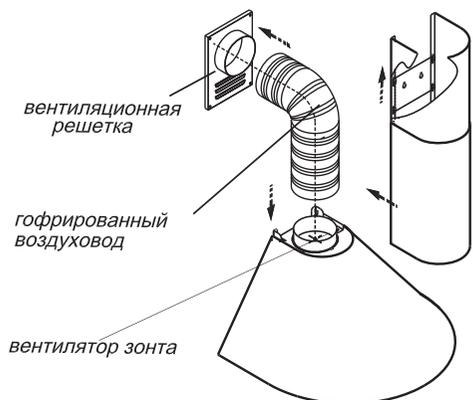
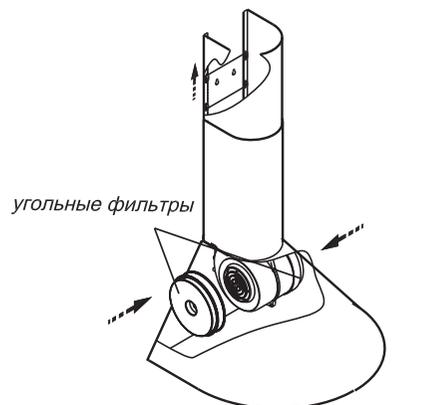

РИС. 7
РИС. 8
6.3 В зависимости от режима эксплуатации зонта соедините вентилятор с вентиляционной решеткой полужестким гофрированным воздуховодом (рис. 7) или установите на вентилятор **угольные фильтры (рис. 8)***.
6.4 Установите фальштрубы (рис. 7, 8). Выдвиньте верхнюю фальштрубу и навесьте ее через отверстия “замочная скважина” (расположенные на кронштейне).